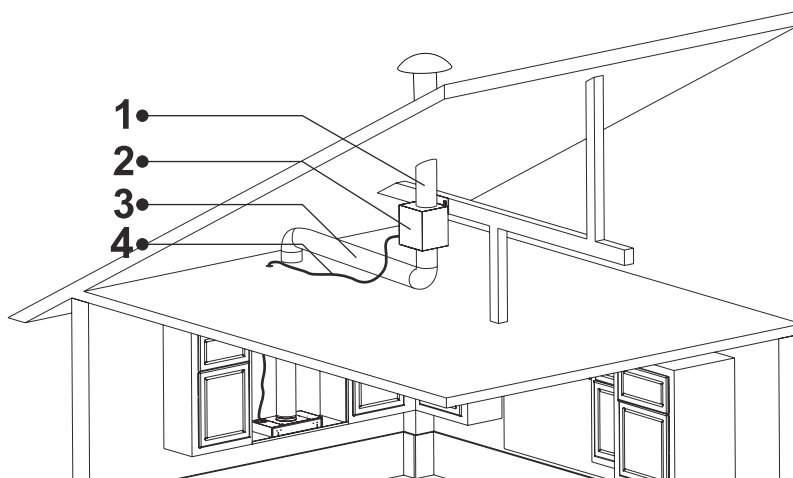

Fig. 29
**12.** ➤ Tilslut nu aftrækskanalerne på motorkabinettet (Fig. 29).
Brug nu den 8 m. lange 9 polet multikabel og tilslut den fra emhætten til motorkabinettet. (Fig. 29).